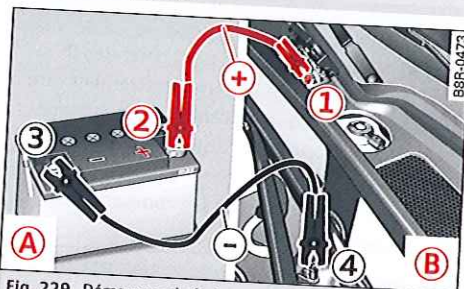

Fig. 229 Démarrage de fortune avec la batterie d'un autre véhicule : A - batterie fournissant le courant, B - batterie déchargée
Fixez l'extrémité du raccord pour le démarrage de fortune $\Rightarrow$ fig. 229 ① (raccord sous le cache = « plus ») du véhicule dont le moteur est à lancer ③.